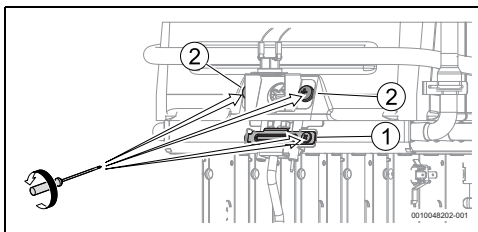

Fig. 19
- Smontare la vite che fissa il supporto del bruciatore accensione Fig. 19, [1].
- Smontare le viti che fissano il dispositivo di controllo per lo stato camera di combustione, Fig. 19, [2].